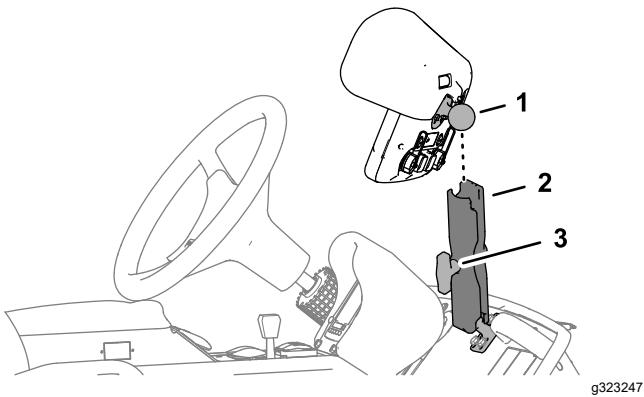

Figura 9
- Afloje el pomo del brazo de la pantalla (Figura 9).
3. Retire la pantalla de fumigación X30 del brazo del monitor (Figura 9).